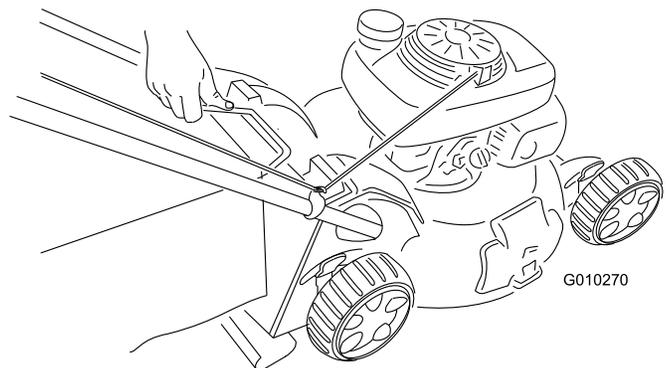

Bild 33
2. Heben Sie den Fangkorbgriff aus den Kerben oben an der Maschine und nehmen Sie den Fangkorb ab (Bild 33).